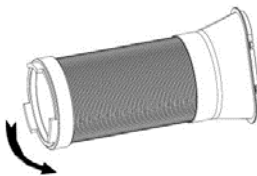

Fig. 6
1. Fixer le tuyau d'échappement au disque de jonction rond en le tournant dans le sens contraire des aiguilles d'une montre (comme indiqué à la Fig. 6).